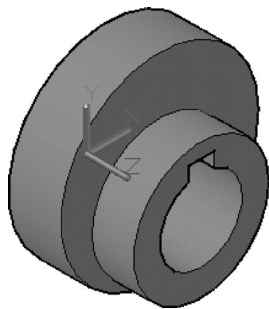

图 9-114 三维机械零件模型
1) 打开随书光盘“CH9”文件夹中的“BD_剖切.dwg”文件。在该文件中，存在着一个三维机械零件模型，如图 9-114 所示。启用正交模式、对象捕捉和对对象追踪等模式。